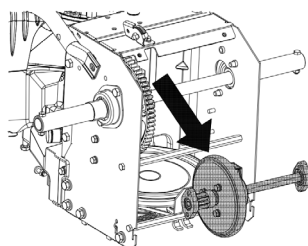

Рисунок 51
4. С усилием потяните и вытащите шестигранный вал в сборе. См. рисунок 51.